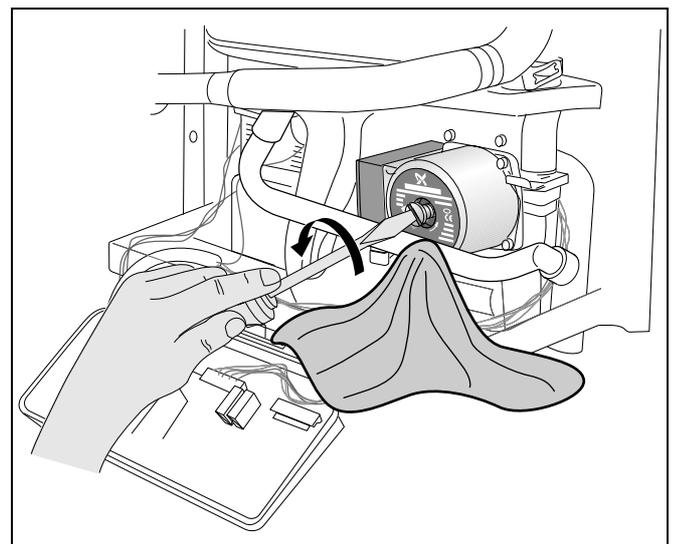

Fig. 17 Desserrer la vis de purge de la pompe de circulation
- Desserrer la vis de purge (fig. 17, pos. 1) sur la partie avant de la pompe de circulation de 2 rotations.